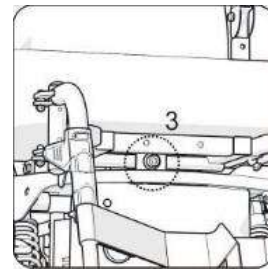

Figura 5-148
Use un tornillo m10 hexagonal y arandelas planas y "elásticas" para fijar el asiento (3) desde el frente. (Figura 5-148).